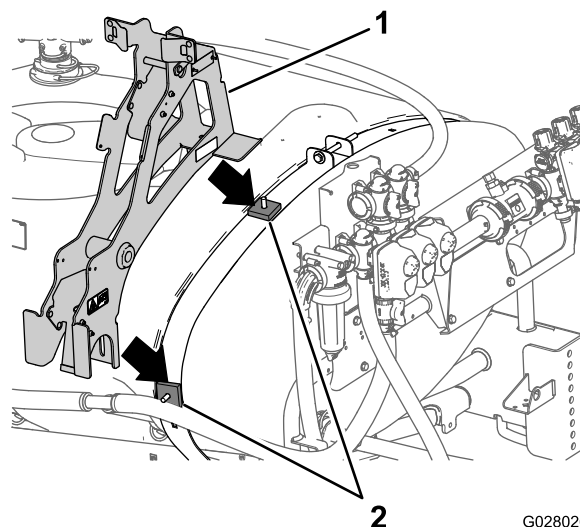

Figura 3
6. Instale a estrutura de suporte principal sobre os espaçadores quadrados e parafusos de carroçaria como se mostra na Figura 3.
5. Monte os 2 espaçadores quadrados sobre os parafusos de carroçaria previamente instalados (Figura 3).